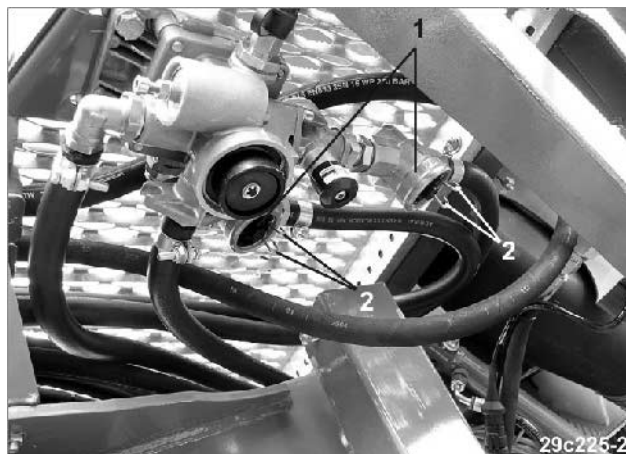

Fig. 46
Rengör de två ledningsfiltren (Fig. 46/1) var 3:e månad (vid krävande förhållanden oftare). Utför därvid:
- Tryck ihop båda klämmorna (Fig. 46/2), demontera ändstycket med o-ring, tryckfjäder och filterinsats